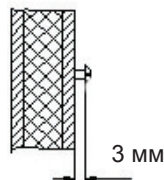
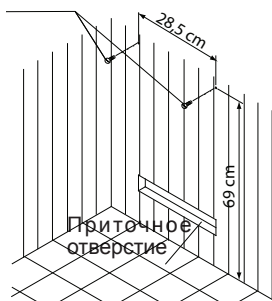

Рис.2
Рис.3
1.2 самореза вкрутить в деревянную стенку кабины в соответствии с указанными на рис. 3 размерами таким образом, чтобы между головкой винта и деревом оставалось прибл. 3 мм свободного пространства. (рис. 2)
4. Нагревательный прибор для сауны подвесить на винты за специальные отверстия на задней стенке (рис. 3).